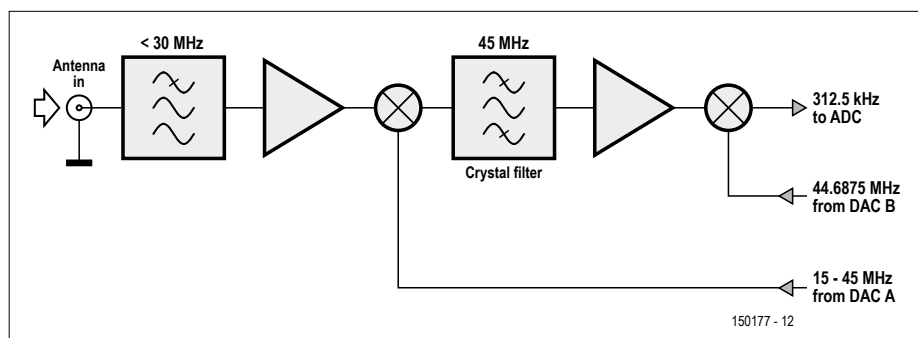

Figure 2. Synoptique de la carte radio ajoutée.
Quand le poussoir du microphone met au niveau bas le signal PTT sur le connecteur K7 (cf. 1^{re} partie, fig. 2), le FPGA passe
Voici à la **figure 2** le diagramme synoptique d'une carte radio simple pour recevoir les ondes courtes (SW), donc < 30 MHz.